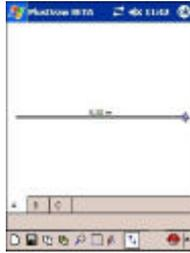

Abb. 21
5) Drücken Sie die **ENTER**-Taste (2. Funktionsebene). Die Linie wird plaziert und in Schwarz angezeigt, wie in **Abb. 21** dargestellt.